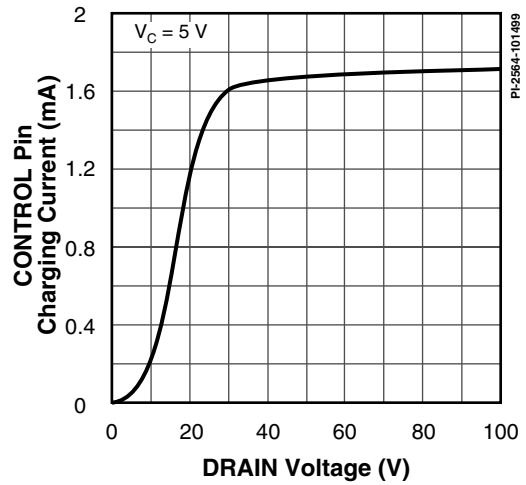

图 68.  $I_c$  随漏极电压的变化
- E. *TOPSwitch-GX*在漏极电压比36 V低很多的情况下也可以启动和工作。但是，控制脚的充电电流会减少，这会影响到启动时间、自动重新启动频率和自动重新启动占空比。请参阅图68的低压工作特性曲线中控制脚充电电流( $I_C$ )与漏极电压之间的关系曲线。